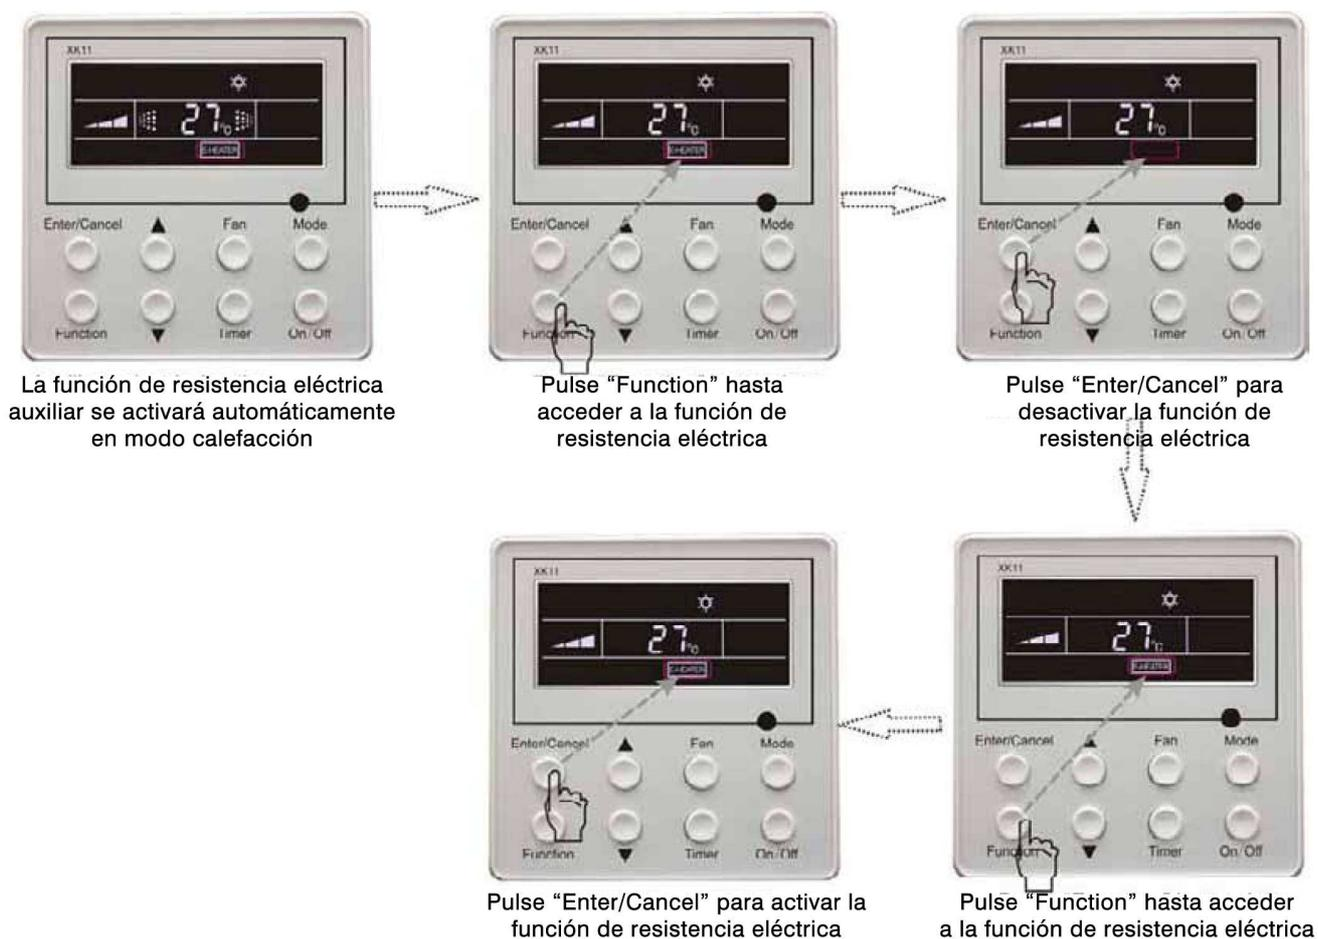

Imagen 5.11. Configuración de la función de resistencia eléctrica auxiliar
La imagen 5.11 muestra la función de resistencia eléctrica.
- 1) La resistencia eléctrica no estará disponible en los modos refrigeración, deshumidificador y ventilador, por lo que el símbolo E-Heater no se mostrará. La configuración se muestra en la imagen 5.11.